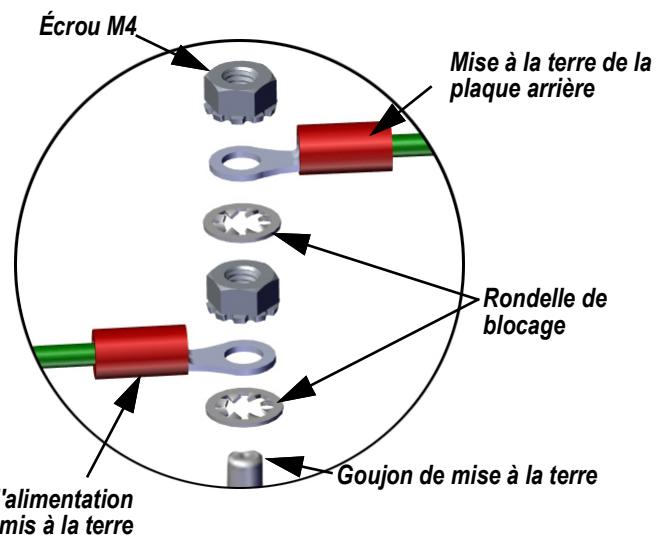

Figure 2-12. Empilage de mise à la terre
3. Utiliser l'empilage de mise à la terre pour terminer le fil de mise à la terre au goujon de mise à la terre Figure 2-12.